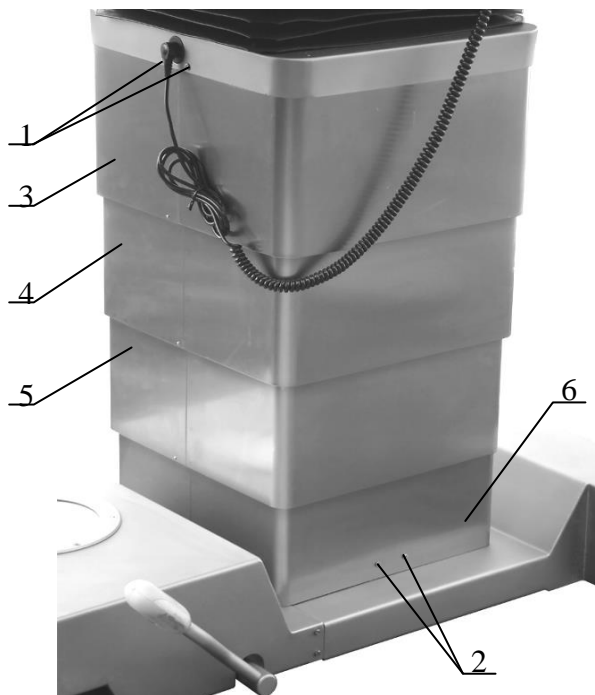

Рисунок 18. Снятие обшивок колонны.
- отверните винты 1 – 4 шт. (Рисунок 18);